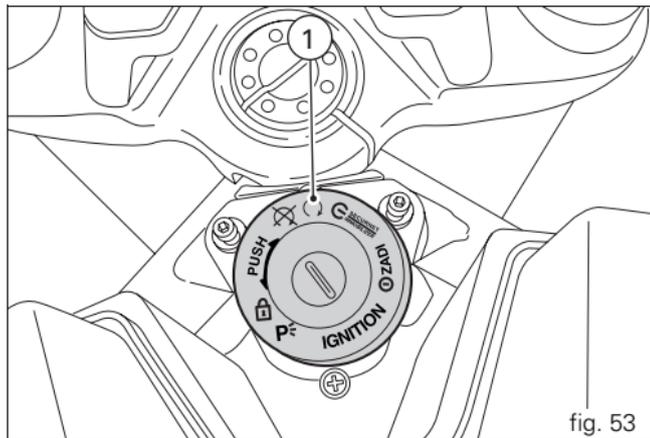

fig. 53
- 1) Desloque o interruptor de ignição para a posição (1, fig. 53). Verifique se os indicadores verde **N** e vermelho  no painel de instrumentos estão acesos.